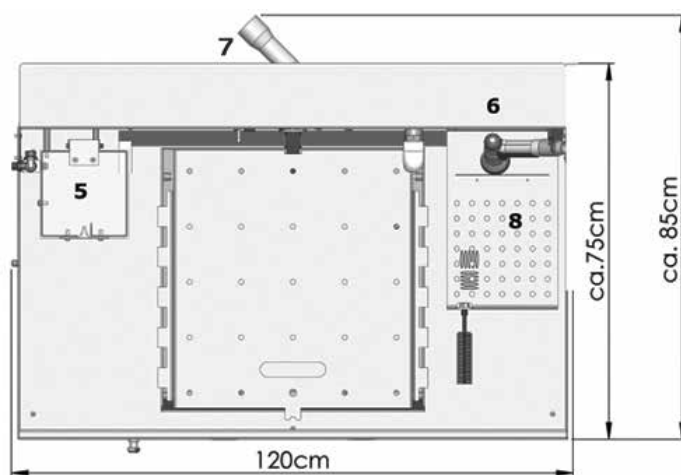

Fig. 2
- Pulire attrezzi alla stazione per la pulizia di pennelli (stazione optional = accessorio) (8) Fig. 2, 7